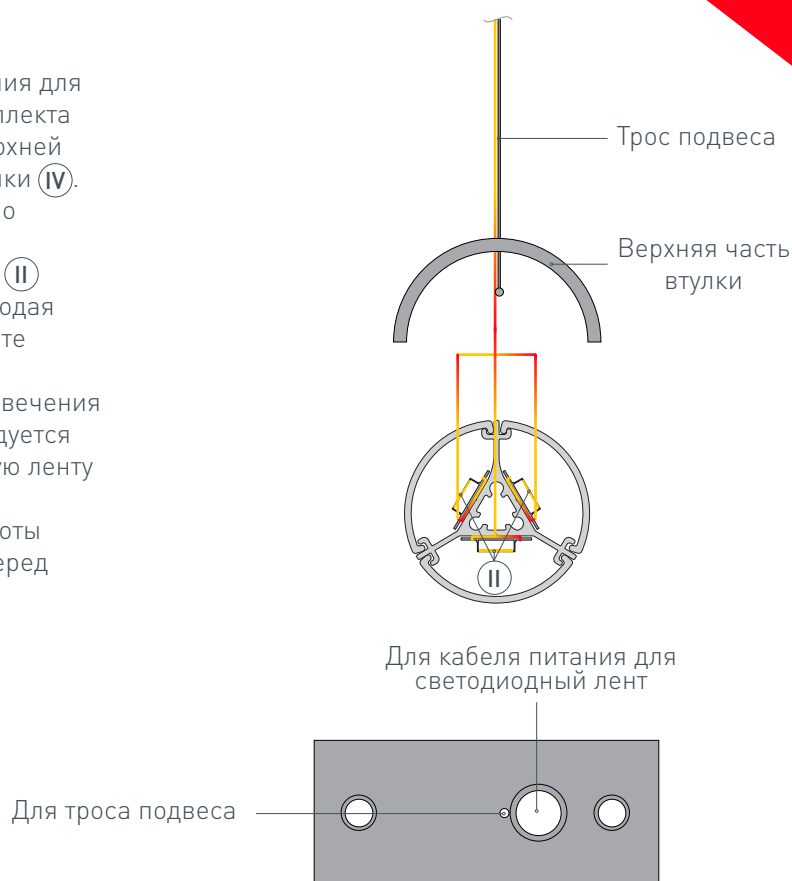

Рис. 2. Расположение отверстий на верхней части втулки заглушки (IV). Вид сверху
- 4 / Пропустите кабель от блока питания для светодиодных лент и трос из комплекта подвеса (V) через отверстия в верхней части втулки из комплекта заглушки (IV). Расположение отверстий показано на рис. 2.